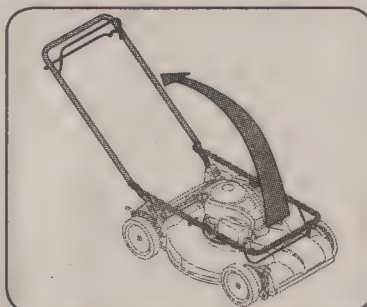

Figura 2-2
3. Mientras estabiliza la cortadora para que no se mueva, gire la manija superior hacia arriba como se muestra en la Figura 2-2. No presione los cables mientras levanta la manija.